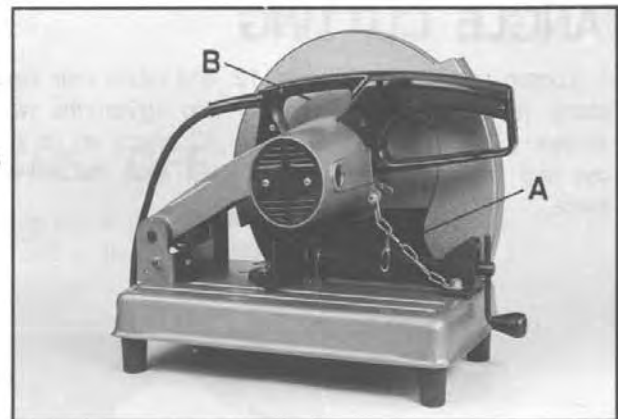

Fig. 16
Beim Transport der Maschine muß der Sägekopf immer in der unteren Position mit Hilfe der Kette (A Fig. 16) verriegelt werden. Zur Vereinfachung des Transportes ist ein Tragegriff (B) angebracht.